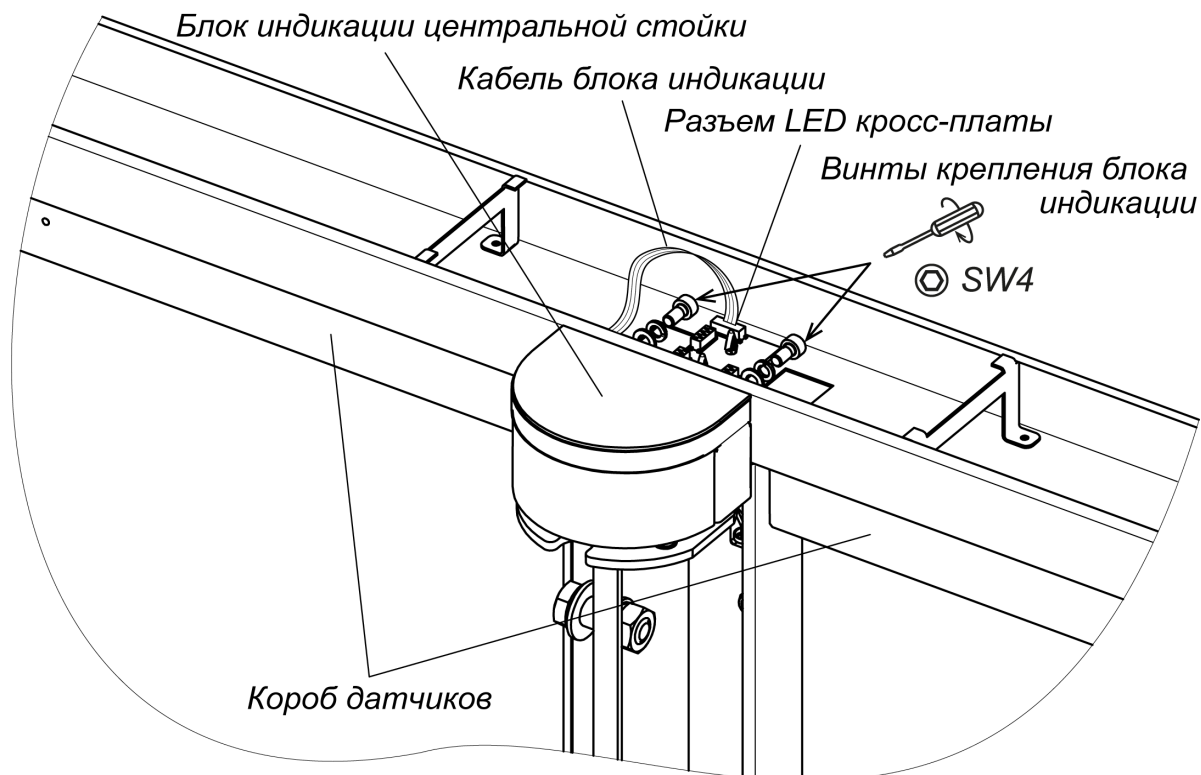
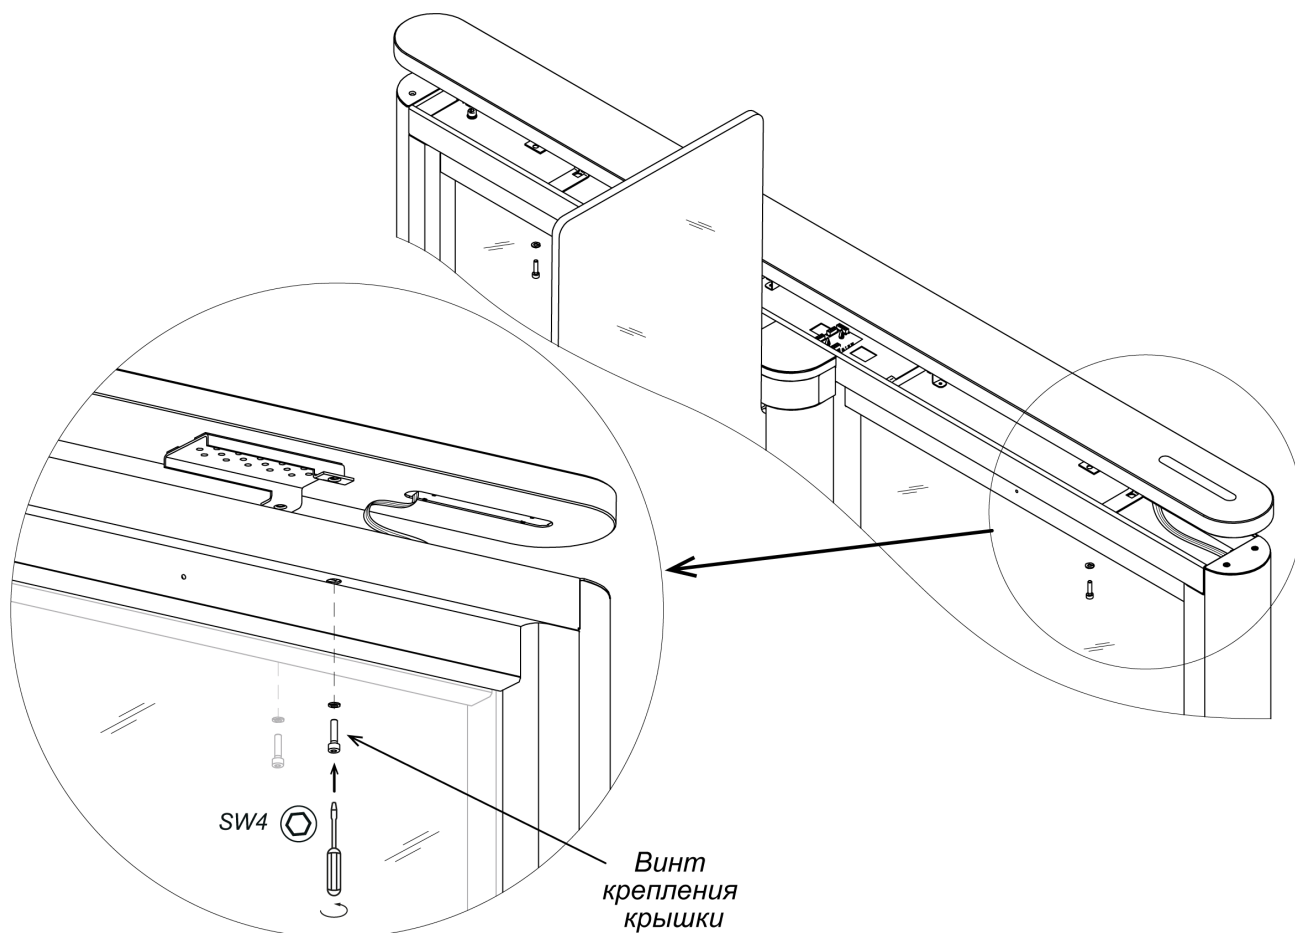

Рисунок 24. Монтаж блока индикации центральной стойки
Рисунок 25. Монтаж верхней крышки турникета
25. Установите блоки индикации центральных стоек (5) (см. рис. 24, разд. 8.8.5) (взять в комплекте принадлежностей).
Для установки блока индикации центральной стойки (5) (см. рис. 24):
- Установите блок индикации на площадку, расположенную над поворотной опорой створки, и при помощи шестигранного ключа SW4 зафиксируйте его на верхнем коробе стойки (7), используя два винта M5×10 с плоскими и пружинными шайбами из комплекта поставки.
Снятие блока индикации центральной стойки производится в обратном порядке. Перед этим необходимо демонтировать с секции турникета верхнюю крышку секции (6) (см. разд. 8.8.6, рис. 25).
Порядок монтажа верхних крышек секций (рис. 25):